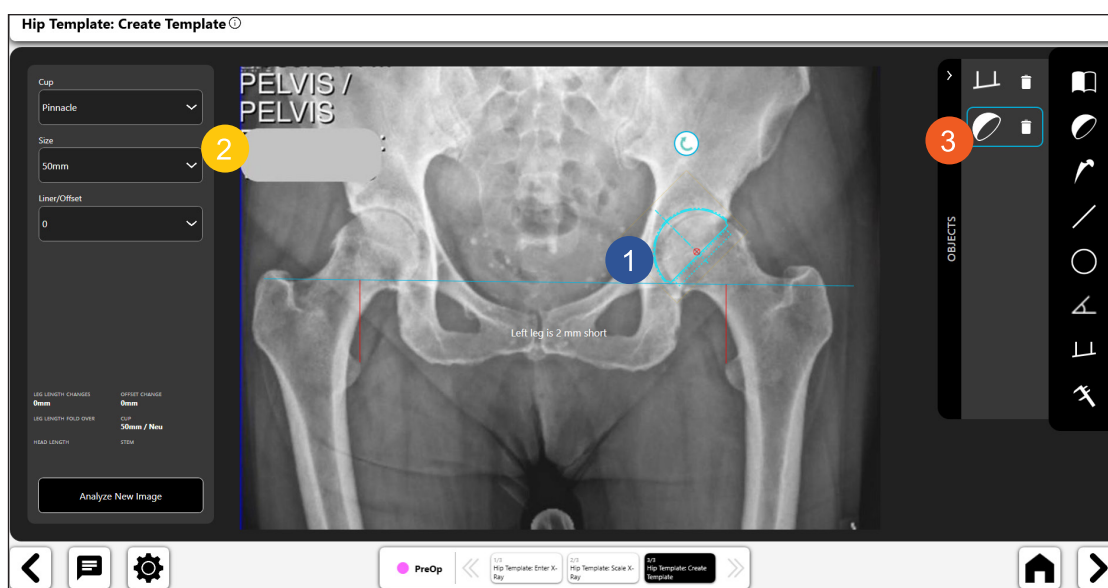

Fig. 28: Schermata Create Template - Strumento coppa acetabolare
- La Fig. 28, n. 3 mostra un'icona di "attivazione/disattivazione" per il modello acetabolare, a indicare che è attivato. È possibile eliminare il modello selezionando l'icona del cestino visualizzata nell'icona di attivazione/disattivazione.